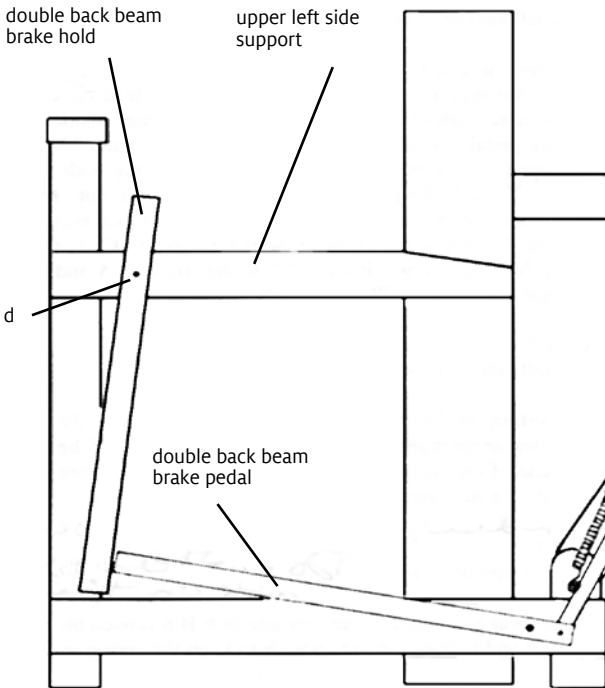

FIGURE 6 - LEFT SIDE OF LOOM, VIEWED FROM THE INSIDE
**INSTALL THE BRAKE HOLD (FIGURE 6)**